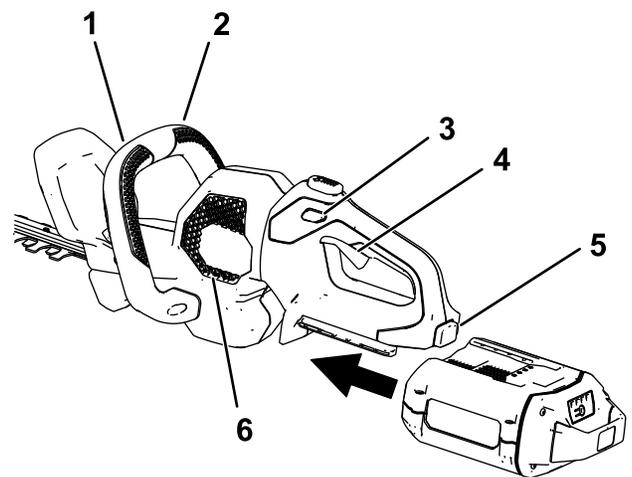

Figure 7
3. Alignez le creux de la batterie sur la languette dans le corps de la poignée, saisissez la poignée et poussez la batterie dans la poignée jusqu'à ce que le verrou s'enclenche en position (Figure 7).
- Placez une main sur la poignée d'actionnement. Placez l'autre main sur la poignée auxiliaire (Figure 7).
- Appuyez sur le commutateur de verrouillage puis serrez la poignée d'actionnement tout en actionnant le commutateur de poignée auxiliaire pour mettre le taille-haie en marche (Figure 7).
Le taille-haie reste en marche tant que vous appuyez sur le commutateur de poignée auxiliaire et la gâchette. Vous pouvez relâcher le commutateur de verrouillage lorsque le taille-haie est en marche. Figure 7
Pour arrêter le taille-haie, relâchez la gâchette, l'interrupteur de la poignée auxiliaire, ou les deux (Figure 7). Attendez au moins 5 secondes l'arrêt complet de la lame.